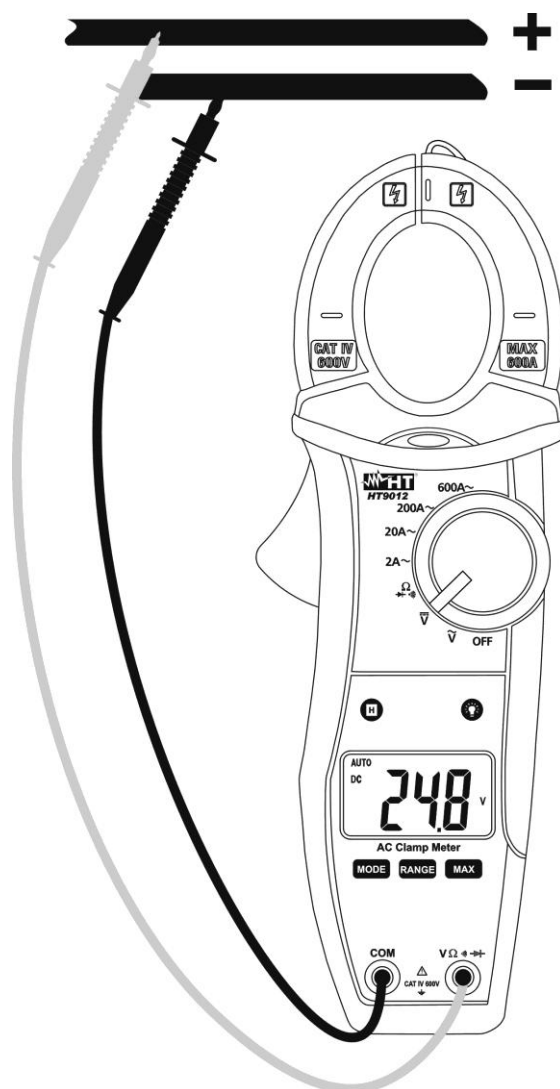

Fig. 3: Uso da pinça para medição de Tensões CC
3. Inserir o cabo vermelho no terminal de entrada **V Ω $\rightarrow$** e o cabo preto no terminal de entrada **COM** (ver Fig. 3)
6. A visualização do símbolo "-" no display do instrumento indica que a tensão tem sentido oposto em relação à ligação da Fig. 3